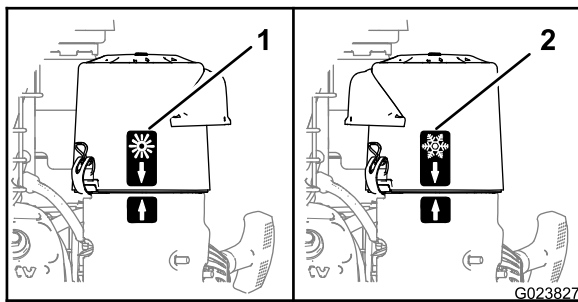

図 20
- 外気温が低い時寒い時は、雪の模様が描かれている面を外側にしてエアクリーナカバーを取り付けます (図 20)。
- 暖かい時通常時は、太陽の模様が描かれている面を外側にしてエアクリーナカバーを取り付けます (図 20)。